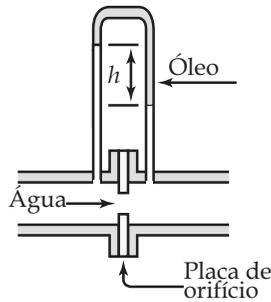

Figura Ep1.9
**Ep1.9** Entre os diversos medidores de vazão utilizados industrialmente, existe um denominado placa de orifício. As placas mais comuns são constituídas por discos metálicos com um orifício central montado em uma tubulação, conforme a esquematizado na Figura Ep1.9. O escoamento do fluido através da placa produz uma diferença de pressão que permite que a vazão seja determinada. Considerando que o fluido que escoar no tubo é água na fase líquida a 20°C, que o fluido manométrico é óleo com densidade relativa igual a 0,82 e que a deflexão do manômetro é igual a 75 mm, determine a diferença de pressão da água em escoamento medida pelo manômetro.